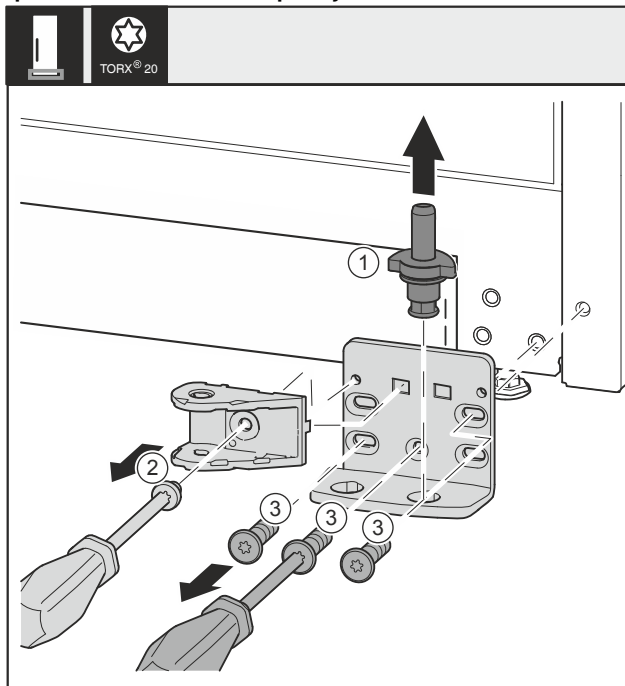

Fig. 36
- Ležajni sornik Fig. 36 (1) v celoti izvalcite v smeri navzgor.
- Odvijte vijak Fig. 36 (2) z izvijačem in snemite spoj blažilnika za zapiranje vrat.
- Odvijte vijake Fig. 36 (3) z izvijačem in snemite ležajni podstavek.